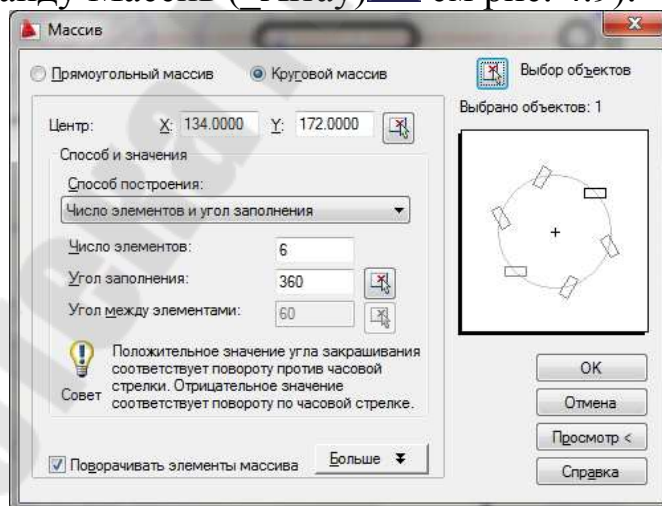

Рис. 4.9. – Диалоговое окно «Массив»
7. Выбрать команду Массив ( Array)  см рис. 4.9):